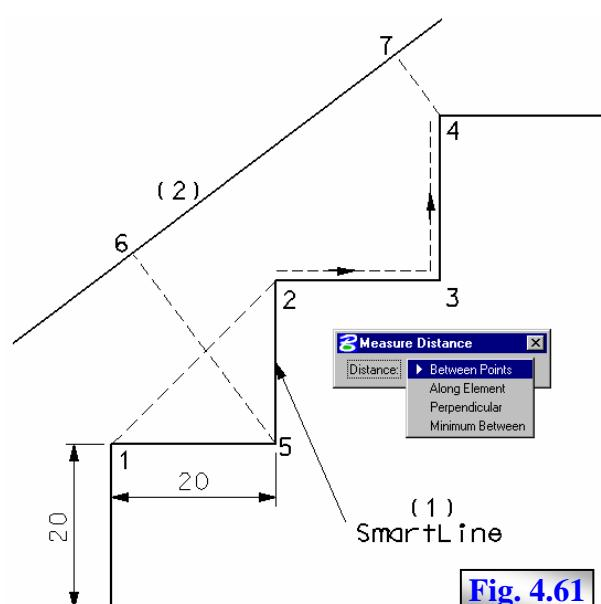

Fig. 4.61
Exemple ale măsurării prin metodele detaliate anterior sunt prezentate în fig. 4.61, unde elementul (1) în formă de scară este de tip **SmartLine**, & 4.3.1, cu lungimea tuturor segmentelor sale de 20. Precizăm că segmentele trasate cu linie întreruptă sunt marcaje grafice, cu rol informativ și nu elemente fizic plasate în desen. Metoda **Between Points** aplicată între punctele 1 și 2 generează valoarea 20 în bara de stare și informații. Metoda **Along**
Comanda este utilizată măsurarea lungimii elementelor și analiza proprietăților de masă, iar pentru elemente închise sau suprafețe sunt măsurate lungimea perimetrului respectiv a geometriei **wireframe**. Ambele comenzi **Measure Length** și **Measure Distance Along Element** măsoară lungimi pe elemente, diferența fiind faptul că prima măsoară lungimea întregului element, pe când a doua măsoară lungimea de-a lungul elementului între două puncte specificate. De exemplu, aplicarea comenzi **Measure Length** pentru elementul **SmartLine** (1) din fig. 4.61, va genera valoarea lungimii de 120 pentru întregul element.